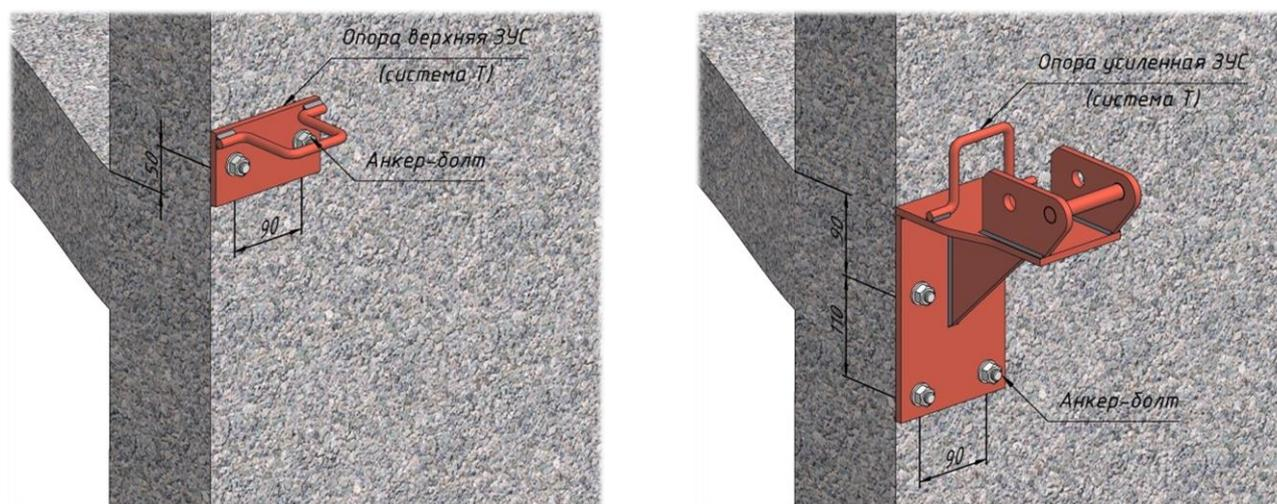

Рисунок 13
16. Разметка и сверление отверстий в отвесной стене. Разметка мест установки опор на смежных этажах производится с использованием рулетки или метра складного, после чего перфоратором сверлятся отверстия на глубину 90 мм диаметром 12 мм. Далее устанавливаются и закрепляются опоры на отвесную стену с помощью анкерных болтов (рис. 13);